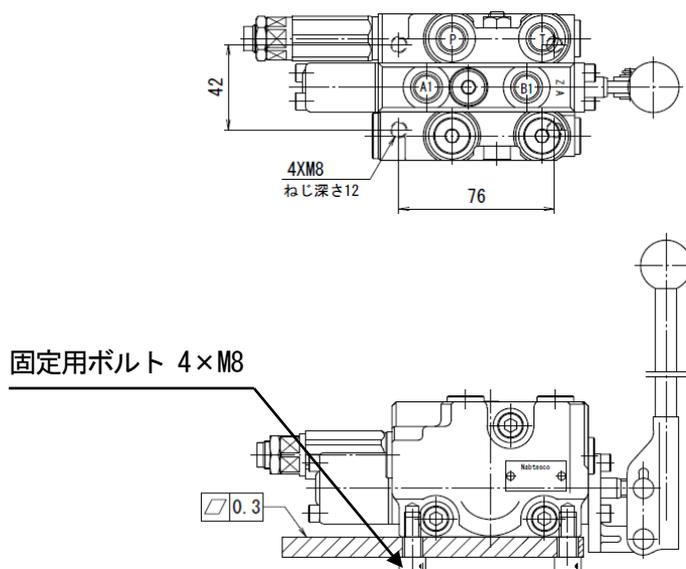

図 6-1 固定用ボルトについて
- ・ 本製品の取付ねじ穴深さ(具体的な値は納入仕様書兼組立図を参照。なお、図 6-1 では 12mm)
(図 6-1 の例では取付ねじ穴深さ 12mm)